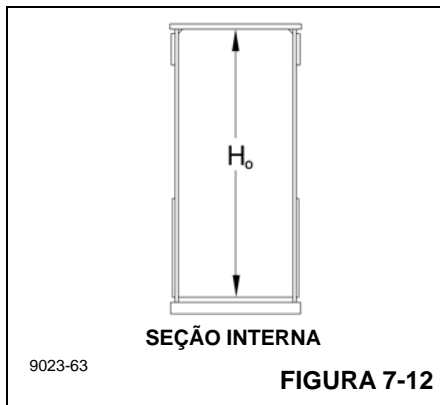
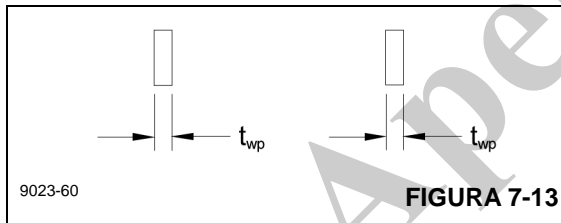

FIGURA 7-12
FIGURA 7-13
- Com um par de calibradores internos/externos, meça e anote a altura externa da seção interna (H_o , Figura 7-12) na traseira da seção desde a placa superior até a parte inferior das placas inferiores.
- Meça e anote a espessura das placas de desgaste superiores fixadas à seção interna (t_{wp} , Figura 7-13).
- Subtraia a altura externa (H_o , Figura 7-12) da seção interna e a espessura das placas superiores (t_{wp} , Figura 7-13) da altura interna (H_i , Figura 7-11) da seção externa. Adicione calços conforme necessário (cada calço tem 0,8 mm ou 1,5 mm [0.03 pol. ou 0.06 pol.] de espessura) para apertar as placas para que haja de 0,08 mm a 0,15 mm (0.003 pol. a 0.006 pol.) de folga entre a parte mais larga do estabilizador interno e a parte mais estreita do estabilizador externo quando os calços e as placas estiverem instalados.